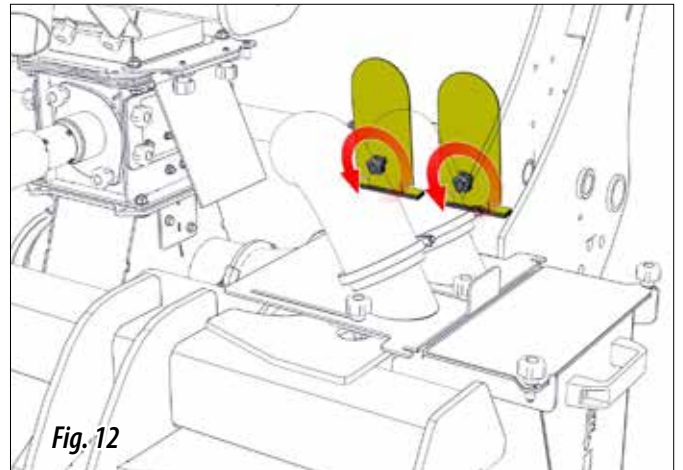

Fig. 12
- 4- Întoarceți opritoarele de la circuitul pneumatic principal; pentru aceasta, trebuie să slăbiți butoanele rotative filetate (Fig. 12).